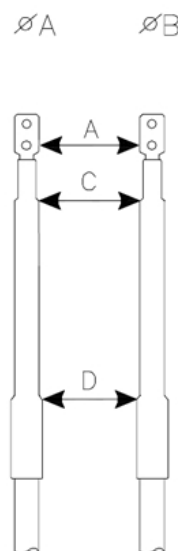

Figura 3
- Distancia entre Fases a la misma altura. **Figura 3.**